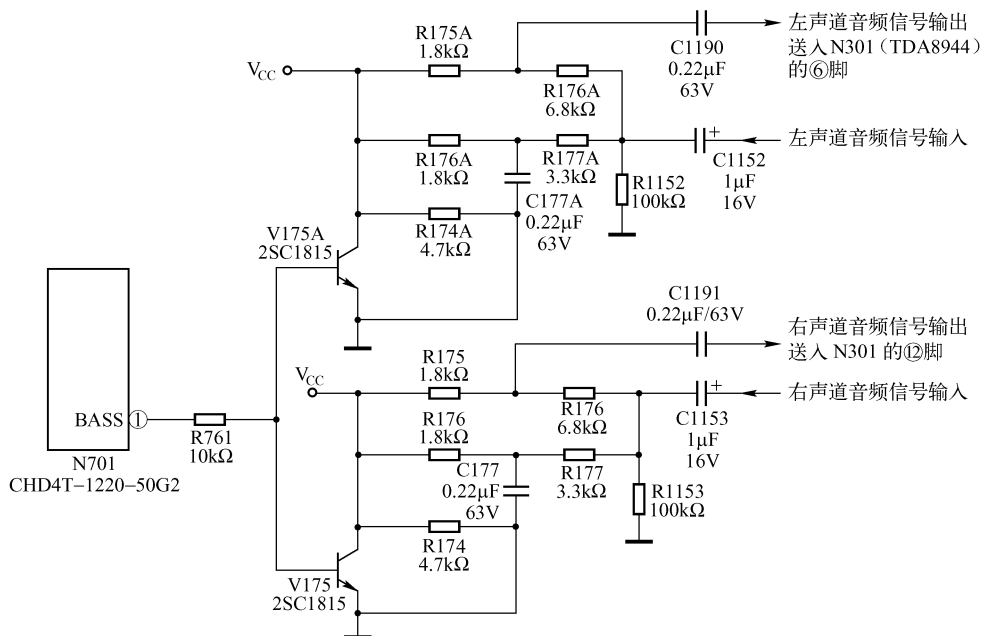

图 5-6 长虹 H2186W 机型 N701 的①脚外接低音控制接口电路
在长虹 H2186W 机型中, N701 的①脚电路主要用于低音控制。其外部接口电路如图 5-6 所示。其中, V175 和 V175A 为低音控制管, 同时受 N701 的①脚控制。当 N701 的①脚输出 0V 低电平时, V175 和 V175A 均截止, C177 和 C177A 不接入电路, 此时通过 C1153 和 C1152 音频信号中的高频成分不受限制, 由 C1191 和 C1190 耦合输出的音频信号中的高频成分不受衰减, 扬声器放出的声音呈中高性。当 N701 的①脚输出高电平时, V175 和 V176A 同时导通, C177 和 C177A 接入线路, 由 C1153 和 C1152 送入音频信号中的高频成分被衰减, 此时扬声器放出的声音就比较低沉。因此, 只要控制 N701 ①脚的输出电平, 即可实现低音控制。